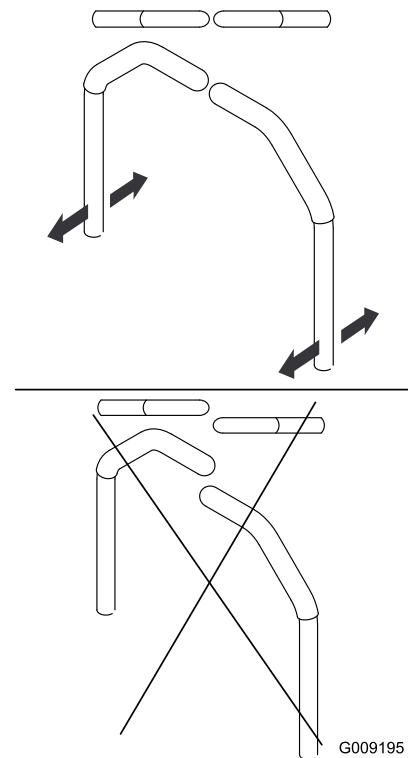

Figure 53
9. Réglez l'alignement avant/arrière des leviers en les plaçant tous deux à la position **POINT MORT**, puis faites-les coulisser jusqu'à ce qu'ils soient alignés, et serrez les boulons (Figure 53).